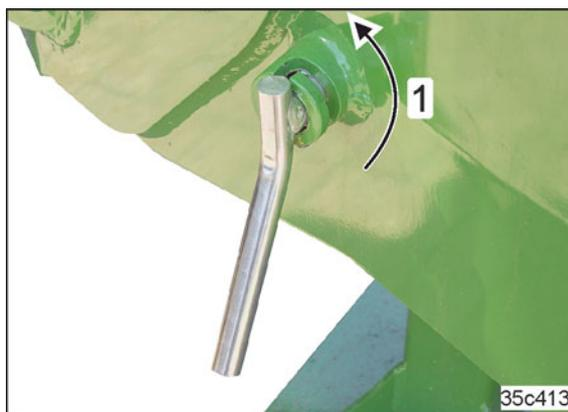

Fig. 110
- 13.1 Tourner le boulon bloqué (Fig. 110/1) de 180° jusqu'à ce que la douille de serrage (voir Fig. 111/1) se libère.
16. Bloquer le boulon en le tournant (voir Fig. 110).